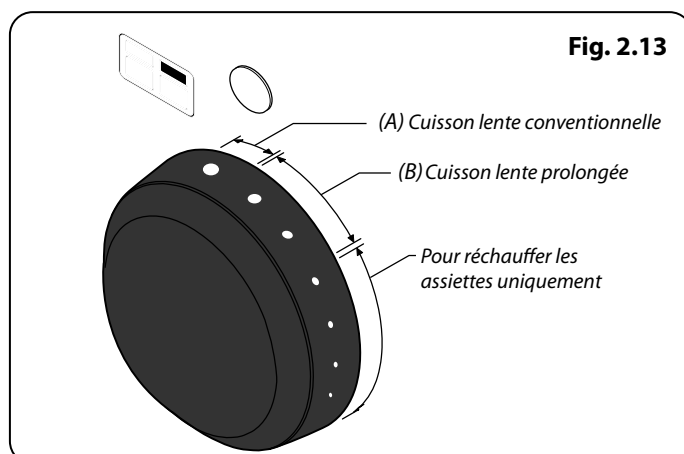

Fig. 2.13
Le bouton de température gradué du panneau de commandes (Fig. 2.13) permet une cuisson lente sur plusieurs heures (A) ou toute la journée lorsque vous vous absentez (B).